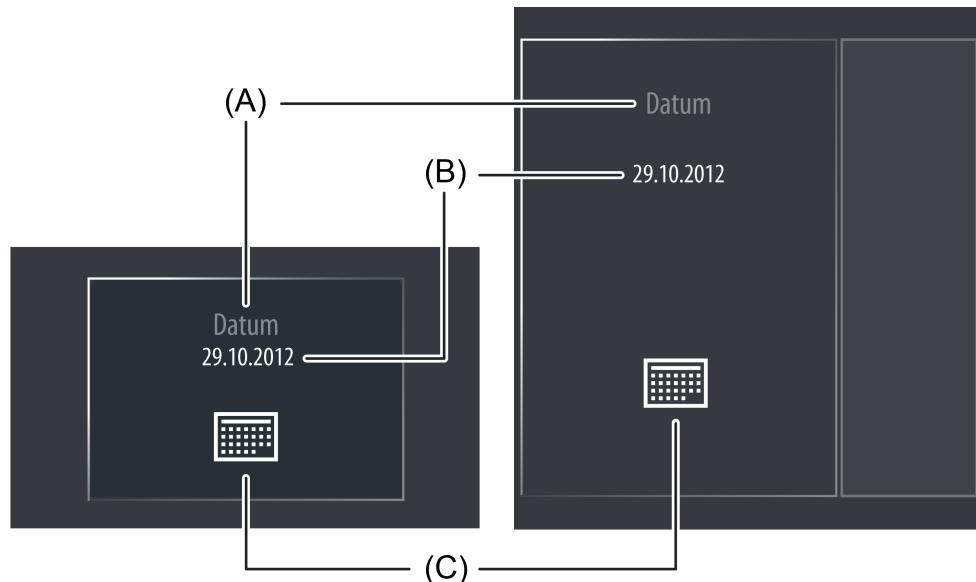

Bild 46: Beispiel für ein Anzeigeelement der Funktion "KNX Datum"
Der Anzeigebereich enthält verschiedene Darstellungselemente (Bild 46), die durch Parameter beeinflusst werden. Jeder KNX Funktion kann in der Konfigurationssoftware eine Bezeichnung vergeben werden (A). Diese Text-Bezeichnung wird im Anzeigeelement zentriert zur Anzeige gebracht, wodurch steuerbare KNX Funktionen für den Anwender kenntlich gemacht werden (z. B. "Datum"). Die Anzeige des Datums (B) erfolgt darunter. Der Parameter "Anzeigeformat Datum" definiert die Formatierung des Darstellungselements und erlaubt die Anpassung der Datumsanzeige an internationale Systeme.